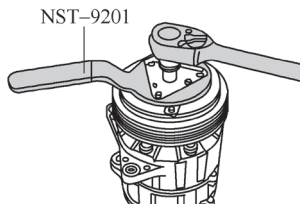

图 5-41 拆下六角头螺栓
- ① 断开电磁线圈 N25 的电气插头。
- ② 拆下压缩机与辅助总成支架的联接螺栓，并将压缩机取下。
- ③ 将压缩机向上提起，并尽可能使离合器盘向上。
- ④ 用拆卸工具 NST-9201 固定离合器盘后，拆下六角头螺栓（图 5-41）。